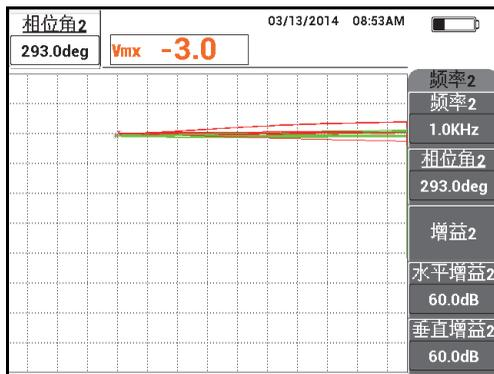

图 5-102 调节频率 2 提高信号的相位角
5. 当继续在位置 1 上轻敲探头时，按两下相位角键（），打开**相位角 2** 参数，然后调节频率 2 提高信号的相位角，直到这个信号也朝向屏幕的右侧，并叠放在频率 1 信号上（参见第 187 页的图 5-102）。